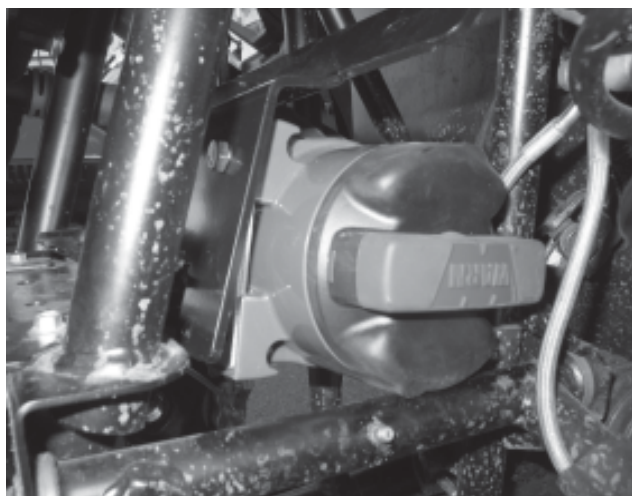

Figure 2
2. Après avoir retiré le pare-chocs avant, placez la plaque de montage en position, voir la Figure 2. À cette étape, placez aussi le treuil en position avec la plaque de montage.